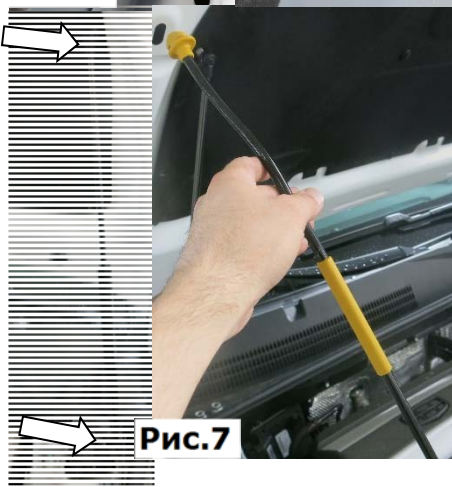

Рис.7
8. Убрать штатный упор. Защелкнуть фитинги амортизаторов на шарниры. Амортизаторы устанавливаются штоком к крылу (Рис.7).